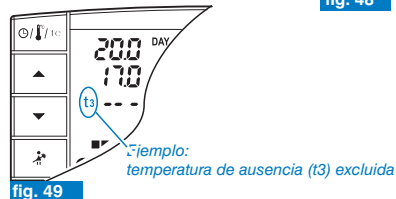

fig. 49
*En caso de que se haya excluido la temperatura **t3 Ausencia** en forma permanente (ver apartado 6.5) el servicio conectado (caldera o acondicionador) permanecerá desactivado por 3 horas máx. (indicado per el set: t3 - - - ver fig. 49)*